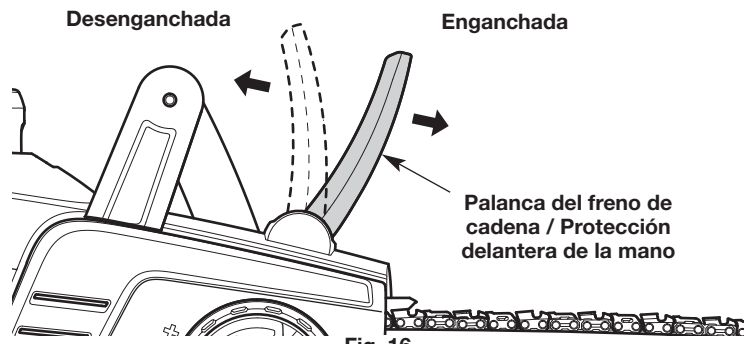

Fig. 16
2. Verifique que la protección delantera para manos / la palanca del freno de cadena esté hacia atrás en la posición desactivada (Fig. 16).
5. Mientras la unidad está en funcionamiento, active el freno de cadena empujando hacia adelante la protección delantera para manos / la palanca del freno de cadena con la mano izquierda (Fig. 16). La cadena debe detener su movimiento repentinamente. Si no lo logra, haga revisar la unidad con un centro de servicio autorizado.